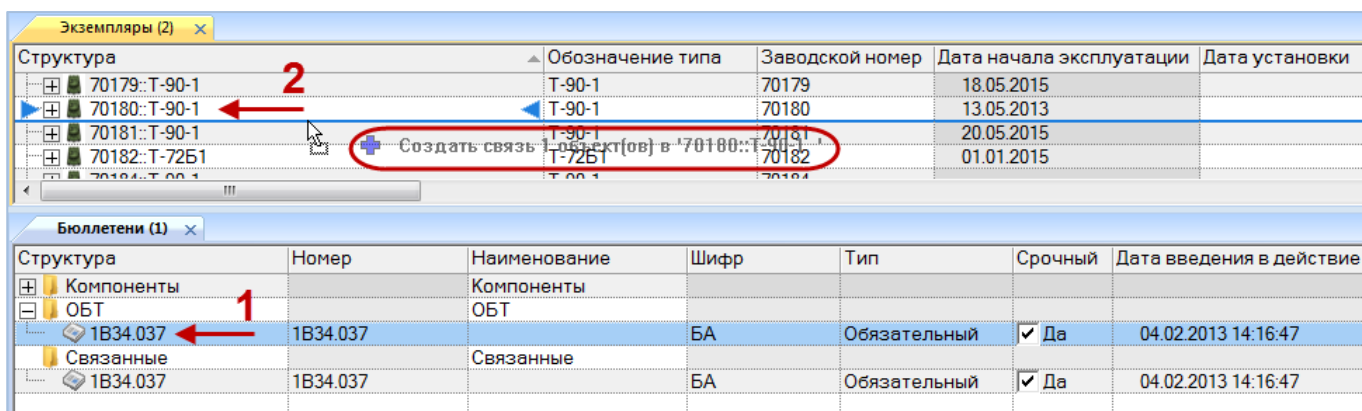

Рис. 14-20 – Переместить бюллетень к экземпляру ФИ
- 2) Выбрать бюллетень в рабочем окне «Бюллетени» (1 на рис. 14-20). Для выбора нескольких бюллетеней используются клавиши CTRL и SHIFT.
3) Переместить с помощью мыши бюллетень на экземпляр ФИ в рабочем окне «Экземпляры» – появится подсказка вида «+ Создать связь X объект(ов) в ...» (2 на рис. 14-20). Отпустить кнопку мыши.